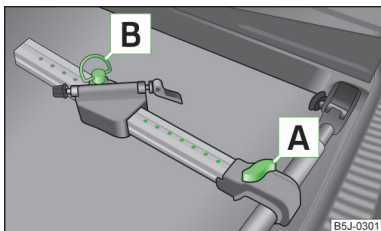

Fig. 55
- Extrageți puțin șurubul **A** » fig. 55 și împingeți suportul longitudinal (partea din aluminiu) înspre suportul transversal, până când se blochează soclul.
- Slăbiți șurubul **A** » fig. 55 la pagina 63 și împingeți înspre stânga suportul pentru bicicletă, împreună cu bicicleta fixată, în așa fel încât între ghidon și geamul lateral al portbagajului să nu se ajungă la coliziune.